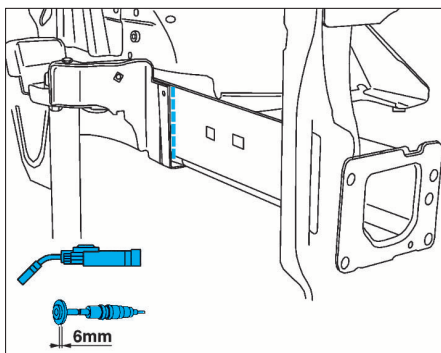

FIG. 9
- Souder au MIG ou avec une poutreuse électrique (Fig.9 à 11) puis meuler.